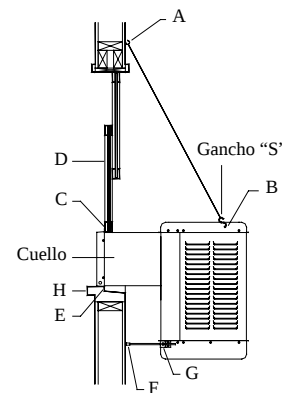

Fig. 2
Ponga los dos ganchos para la cadena arriba del cuello del enfriador, separados por una distancia equivalente al ancho de la unidad (A-fig. 2). Enganche una cadena en cada gancho y luego enganche un gancho "S" en cada cadena. **NOTA:** Los ganchos que vienen con ésta unidad tienen rosca de tornillo para madera y son para uso en paredes de madera. Las paredes de concreto o ladrillo requieren el uso de tuercas mariposas de suficiente fuerza o anclas con ganchos de acoplamiento.
en la ventana. Coloque el cuello del enfriador dentro de la ventana para que la parte inferior de la pestaña del cuello se asiente en la repisa de la ventana y la pestaña (E-fig. 2) se ajuste contra el borde de la repisa (H-fig. 2). Con el enfriador situado en la ventana, enganche los ganchos "S" en los agujeros encontrado en la esquina trasera superior de la unidad (B-fig. 2).
- **Coloque la ventana detrás de la guarda de retención.** Levante la parte trasera del enfriador para que la ventana (D-fig. 2) pueda bajarse y quedar detrás de la parte superior de la guarda de retención (C-fig. 2).
- **Ajuste las patas.** Saque las patas (F-fig. 2) para que los topes de hule descansen contra el costado de la pared. Apriete el tornillo del collar (G-fig. 2).